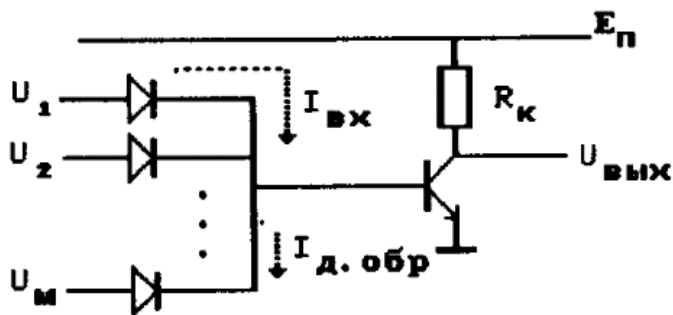

рис. 10.4. Переходная схема РТЛ — ДТЛ.
3. Диодно-транзисторная логика (ДТЛ) — технология построения цифровых схем на основе биполярных транзисторов, диодов и резисторов. Своё название технология получила благодаря реализации логических функций (например, И) с помощью диодных цепей, а усиления сигнала — с помощью транзистора. Наиболее простой и естественной при этом получается реализация логического "ИЛИ-НЕ" (рис. 10.4).